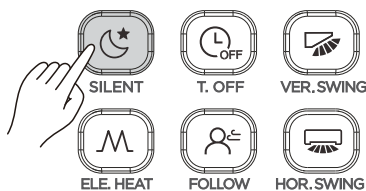

Figura 22
1. Cuando la unidad esté en modo enfriamiento o calefacción, presione (vea la Figura 22) para iniciar la función Silencioso. La pantalla muestra el icono ;